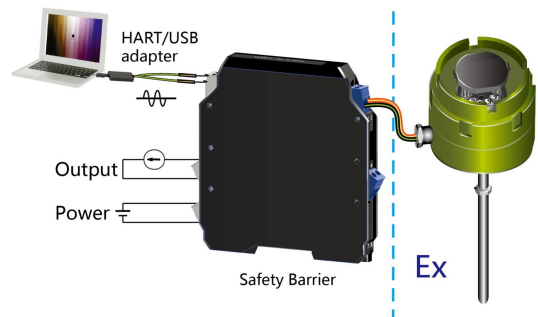

图 5 防爆环境 HART 设置连接示意图
- 系统应用时，也可以通过适配器连接输出和电源的接线端子排，对 MT182 进行组态设置。在隔爆环境，MT182 必须加装经认证的隔爆外壳，设置连接如图 5。在本安环境，适配器应在安全区通过安全栅对 MT182 连接组态。